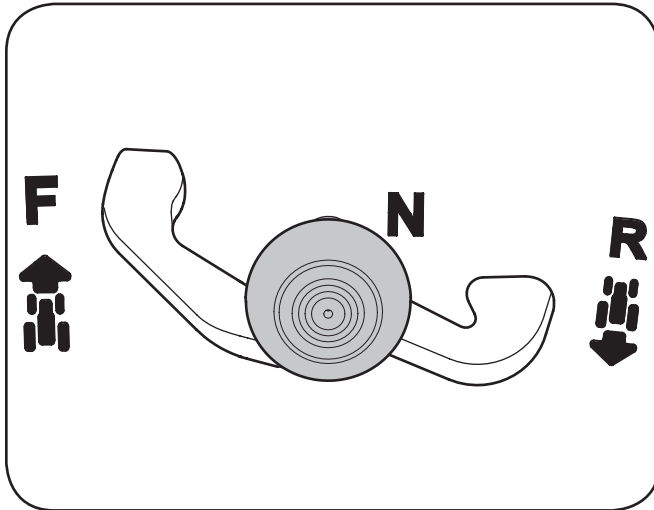

Figure 4-4
Le levier de changement de direction est placé sur le tableau de commande qui se trouve sous le siège, au centre du tracteur. Le levier peut être déplacé dans trois positions : marche avant (F), neutre (N) et marche arrière (R). La pédale de frein doit être complètement enfoncée et le tracteur doit être immobile lorsque le levier de changement de direction est déplacé. Voir Figure 4-4.